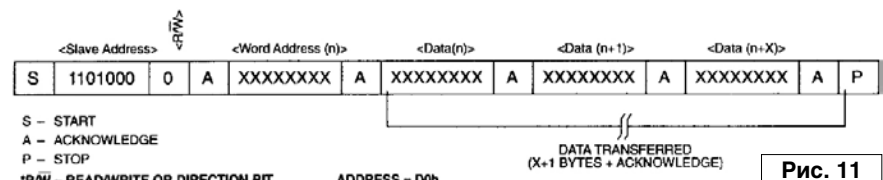
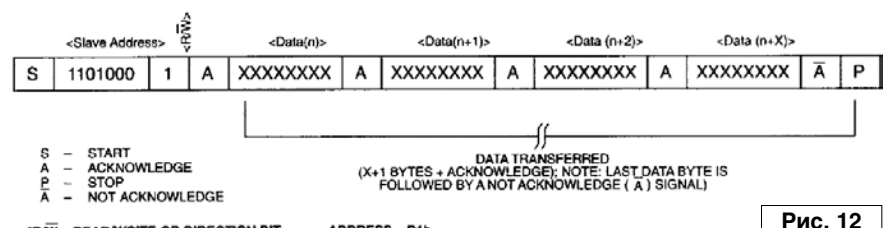

Рис. 11
Рис. 12
На рис. 10-12 подробно показано, как передаются данные по 2-проводной шине. В зависимости от состояния бита R/W при передаче, как показано на рис. 11 и рис. 12, возможны два типа передачи данных:
1. Режим ведомого приемника (режим записи DS1307): Последовательные данные и такты получены через SDA и SCL. После передачи каждого байта передается подтверждающий бит. Состояния СТАРТ и СТОП опознаются как начало и конец последовательной передачи. Распознавание адреса выполняется аппаратно после приема адреса ведомого и бита направления (см. рис. 11). Байт адреса содержит семибитный адрес DS1307, равный 1101000, сопровождаемым битом направления (R/W), который при записи равен 0. После получения и расшифровки байта адреса DS1307 выдает подтверждение на линии SDA. После того, как DS1307 подтверждает адрес ведомого и бит записи, ведущий передает адрес регистра DS1307. Тем самым будет установлен указатель регистра в DS1307. Тогда ведущий начнет передавать байты данных в DS1307, который будет подтверждать каждый полученный байт. По окончании записи ведущий сформирует состояние СТОП.
Однако в этом режиме бит направления укажет, что направление передачи изменено. Последовательные данные передаются по SDA от DS1307, в то время как последовательные такты – по SCL в DS1307. Состояния СТАРТ и СТОП опознаются как начало и конец последовательной передачи (см. рис. 12). Байт адреса – первый байт, полученный после того, как ведущим сформировано состояние СТАРТ. Байт адреса содержит семибитный адрес DS1307, равный 1101000, сопровождаемым битом направления (R/W), который при чтении равен 1. После получения и расшифровки байта адреса DS1307 выдает подтверждение на линии SDA. Тогда DS1307 начинает передавать данные, начинающиеся с адреса регистра, на которые указывает указатель регистра. Если указатель регистра не записан перед иницированием режима чтения, то первый адрес, который читается – это последний адрес, оставшийся в указателе регистра. DS1307 должен получить “Неподтверждение”, чтобы закончить чтение [10, 11].